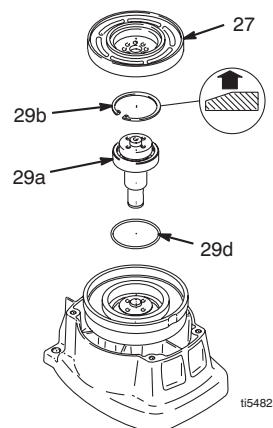

Рис. 6
6. Рис. 6. Снимите упорное кольцо (29b).
6. Рис. 6. Проверьте кольцевое уплотнение (29d) и замените если его нет или если оно повреждено.